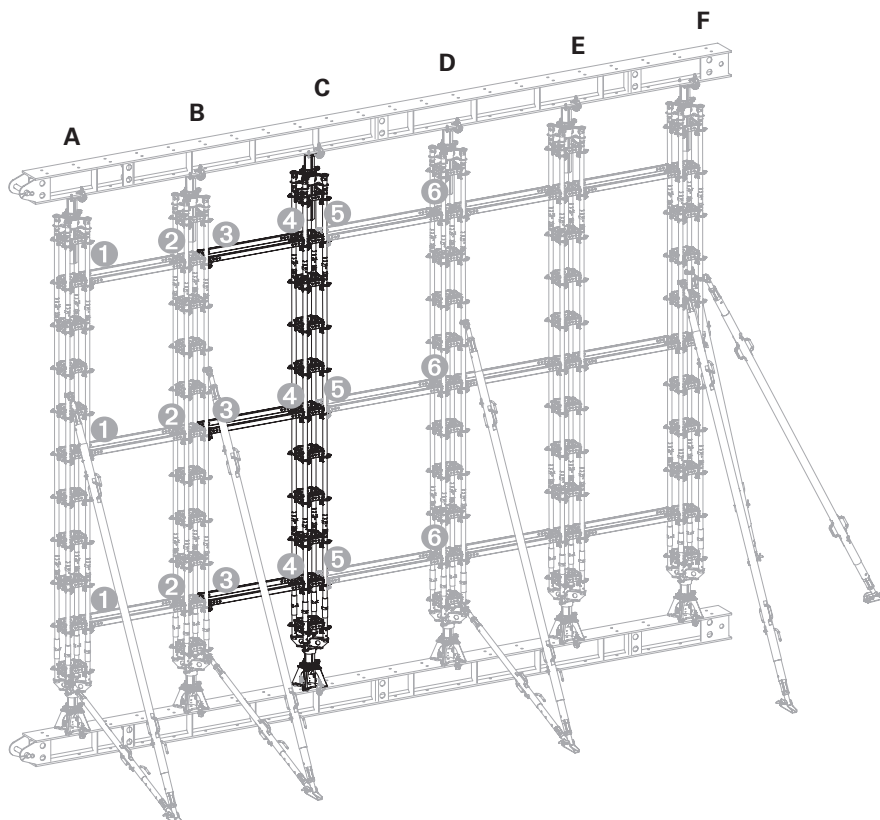

Fig. A7.03
7. Martellare i cunei ③ in posizione.
10. Ripetere i passaggi 2-8 fino a quando la stilata è priva di carico. (Fig. A7.03)